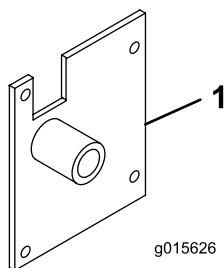

Figura 12
3. Utilizzando i fori di montaggio sul lato sinistro del telaio, fissate la staffa di montaggio della tramoggia sinistra al telaio con 4 bulloni (5/16 x 1-1/4 poll.) e dadi di bloccaggio (Figura 12).